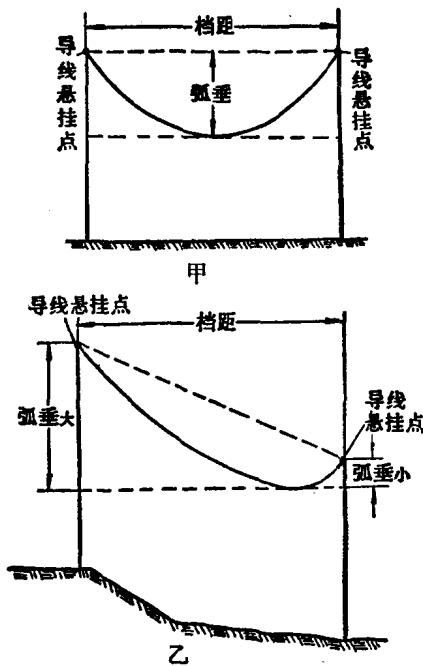

图 6-1 导线弧垂示意
(2) 导线的弧垂(也叫垂度或弛度) 指在平坦地面上, 即在相邻两电杆上的悬挂点高度相同时, 导线最低点与悬挂点间连线的垂直距离, 如图 6-1 甲所示; 如导线在相邻两电杆上的悬挂点高度不同时, 弧垂要分为两个, 并且等于导线的两个悬挂点至导线最低点的两个垂直距离, 如图 6-1 乙所示。